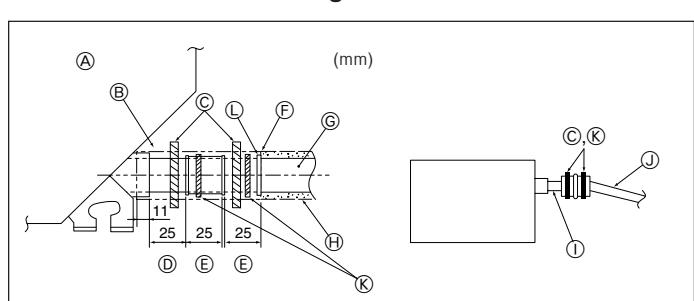

Fig. 3-5
1. Συνδέστε τον ακροσύνδεσμο αποχέτευσης (που παρέχεται μαζί με τη μονάδα) στο άνοιγμα αποστράγγισης. (Fig. 3-5) (Προσαρμόστε τον σωλήνα χρησιμοποιώντας αυτοκόλλητο PVC και ασφαλίστε τον με την ταινία.)